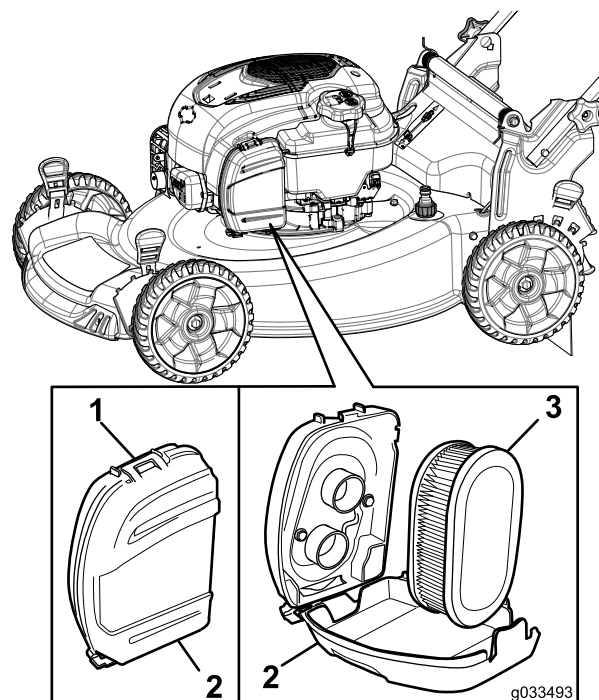

Figura 26
1. Desencaixe a parte superior da cobertura do filtro de ar (Figura 26).
2. Retire o filtro de ar (Figura 26).